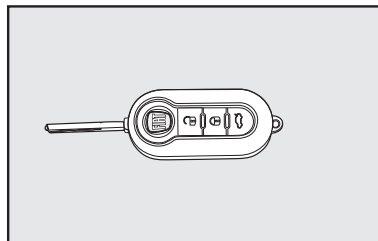

fig. 1
CHAVES - fig. 1
- Duas chaves **fig. 1**.
- abertura/fechamento das portas por meio do controle remoto. (chave **fig. 1**).